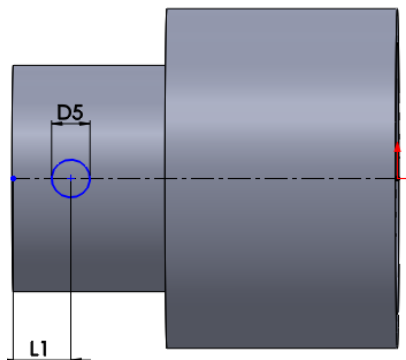

Рисунок 4.6 – Коло діаметром  $D5$
14. З початкової точки проведіть осьову лінію так, як показано на рисунок 4.6, при цьому задайте лінії взаємозв'язок "Горизонтальность", якщо вона не створилася автоматично.
15. Намалюйте коло на осьовій лінії приблизно так, як показано на рисунок 4.6.
17. Проставте розміри ескізу L1 і D5 відповідно до Вашого варіанту так, як показано на рисунок 4.6.